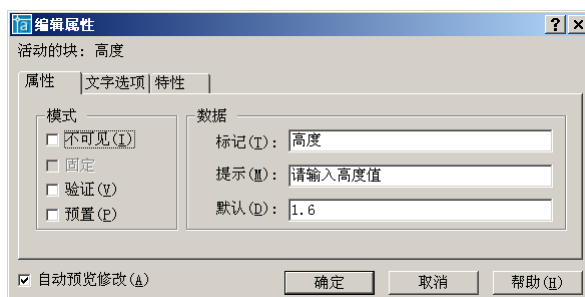

图 3-13 “编辑属性”对话框
(3) **编辑(E)...**按钮：利用该按钮可以弹出如图 3-13 所示的 **编辑属性** 对话框，该对话框包括 3 个选项卡，用于重新设置块属性定义的构成、文字特性和图形特性。